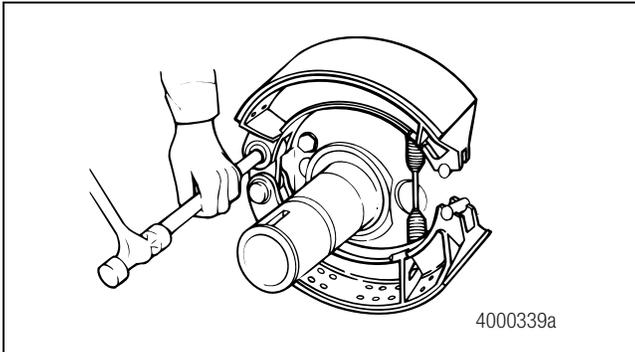

Figure 3.8
2. Utiliser un chasoir en laiton pour retirer l'axe d'ancrage supérieur. Figure 3.8.